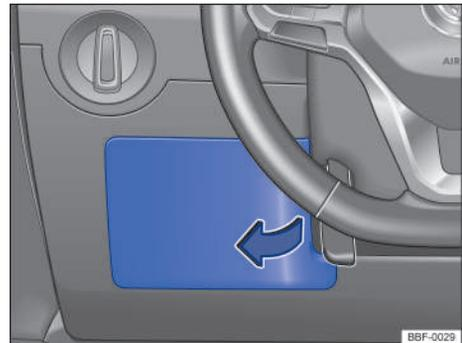

Fig. 205 Del lado del conductor en el panel de instrumentos: cubierta de la caja de fusibles.
- Sostener la cubierta de la caja de fusibles → fig. 205 y tirar hacia adelante.